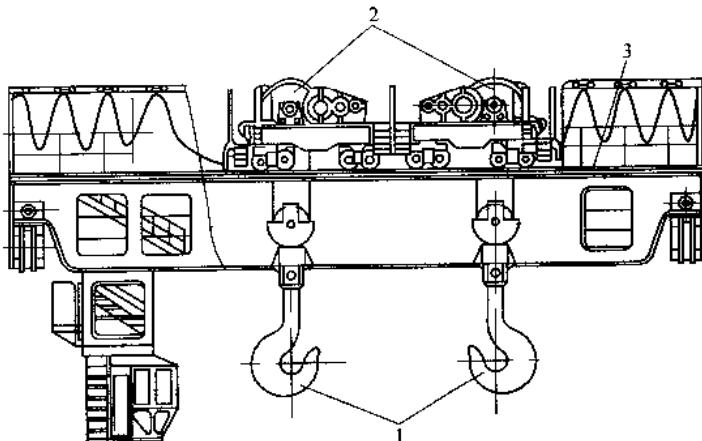

图 1-6 双小车桥式起重机
(6) 双小车桥式起重机 双小车桥式起重机具有两台起重小车，如图 1-6 所示。两台小车的起重量相同，可以单独作业，也可以联合作业。在某些（如  $2 \times 50t$ 、 $2 \times 75t$ ）双小车桥式起重机的两个小车上，装有可变速的起升机构，轻载时可以高速运行，重载时可以低速运行；在吊运较重物件时，两台小车可并车吊运。这种起重机的有效工作范围广，适用于吊运横放在跨度方向上的长形工件。